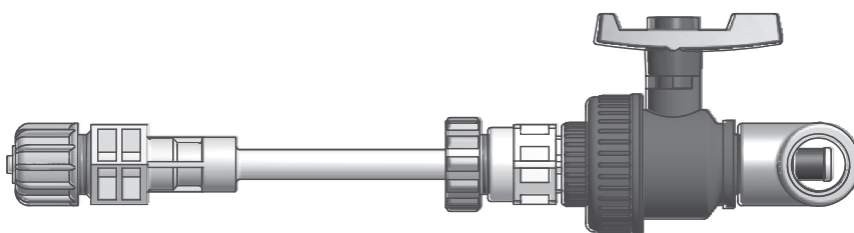

ABB. 2.
- Öffnen Sie den Hahn und drücken Sie den Lanzenkörper ganz nach unten bis zum T-Anschluss auf halber Höhe (Abb. 2).
- Ziehen Sie den Ring an der Mutter wie in Abb. 2 fest an, damit die Lanze nicht durch den Wasserdruck herausgedrückt werden kann.